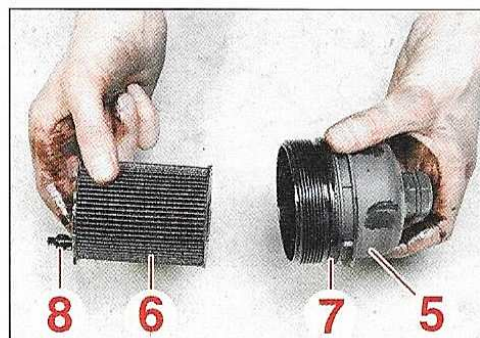

FIG.5
- Extraire la cartouche (6) du couvercle (5) en tirant dessus fermement et dans l'axe (Fig.5).
- Remplacer le joint (7) et le lubrifier légèrement ainsi que le filetage du couvercle (5).
- Reposer, sur le couvercle (5), une cartouche neuve avec son téton équipé d'un joint neuf (8).